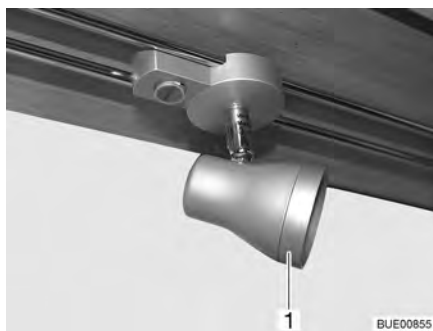

Fig. 237 Spot halogène (coulissant)
- Tourner la bague extérieure (Fig. 237,1) dans le sens inverse des aiguilles d'une montre jusqu'à ce qu'elle se détache du boîtier.